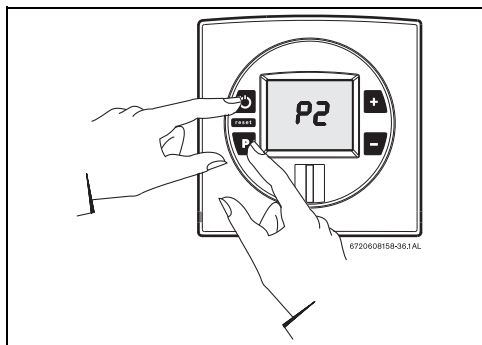

Fig. 52
- ▶ Manter pressionada a tecla de programas e pressionar o interruptor principal ON/OFF para ligar o aparelho (ver Fig. 52).